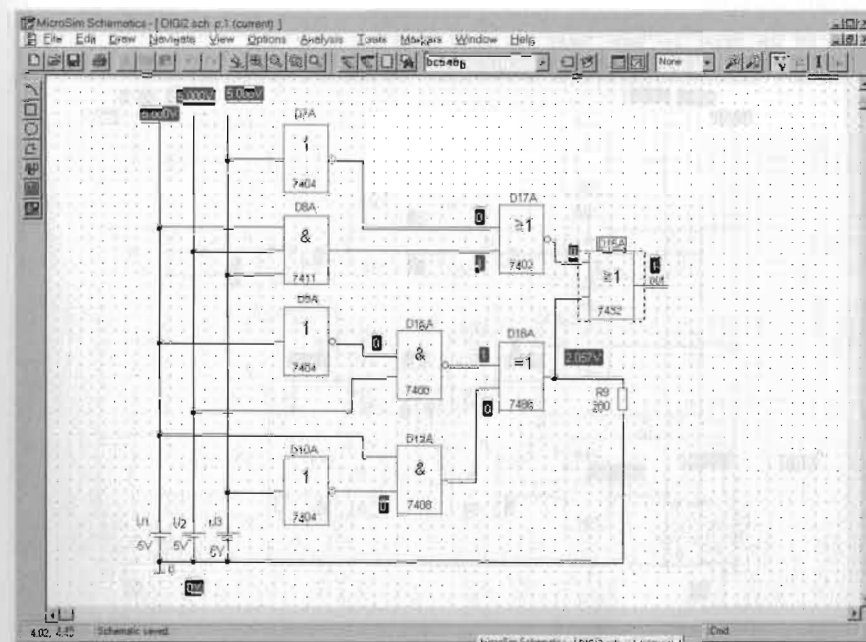

Bild 10.10: Die Digitalschaltung von Bild 10.8 mit einem zusätzlichen Widerstand
- Ergänzen Sie Ihre Schaltung durch einen 200 Ω-Widerstand am Ausgang des X-OR (Bild 10.10) und speichern Sie die Schaltung als DIGI2.SCH. Simulieren Sie dann die Schaltung mit einer Kombination der Eingangsspannungen, die am Ausgang des X-OR ein 1-Signal erwarten lässt. Nach Betätigen der Schaltfläche mit dem großen V ergibt sich Bild 10.10:
Sie erkennen in Bild 10.10 eine interessante Eigenschaft, die PSPICE bei gemeinsamer Simulation analoger (Widerstände, Kondensatoren, Transistoren, Analogspannungsquellen etc.) und digitaler (Logikgatter) Bauteile hat: Dort, wo Knotenpunkte ausschließlich digitale Bauteile verbinden, liefert die Simulation digitale Zustände (1 oder 0). Dort, wo an einem Knoten auch mindestens ein analoges Bauteil angeschlossen ist, liefert der Simulator Spannungswerte. Die Spannung am Ausgang des Exklusiv-ODER-Gliedes ist gerade noch über 2 Volt. Der Widerstand könnte somit direkt, d.h. ohne Treiber angeschlossen werden.
Sie erkennen in Bild 10.10, wie PSPICE mit den unbestimmten Ausgangszuständen der TTL-Bausteine umgeht, wenn diese Spannungen im unerlaubten Bereich zwischen 0,8 V und 2 Volt liegen: Im Digitalteil von PROBE wird dieser Bereich durch ein Parallelogramm gekennzeichnet, im Analogteil durch eine konstante Spannung von einer Größe, die in dem unbestimmten Übergangsbereich liegt, der weder 0-Signal noch 1-Signal ergibt.